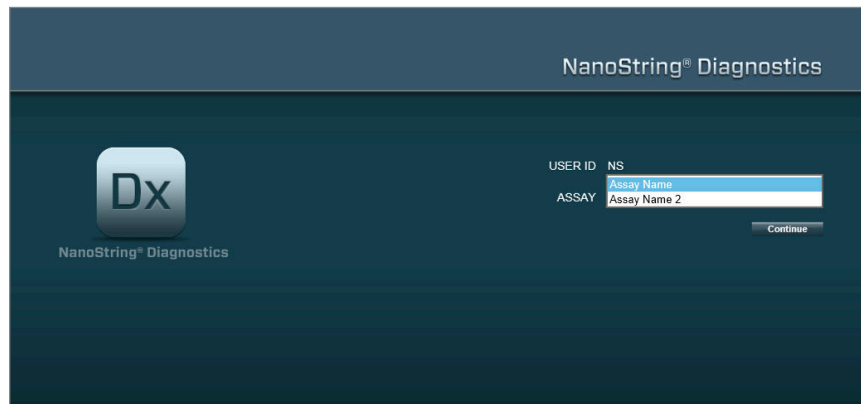

ABBILDUNG 4.2: Das Steuerelement für den **Testtyp** auf der Anmeldeseite
- **Benutzerberechtigungen für mehrere Tests:** Wenn der Benutzer Zugriff auf mehr als nur einen Test hat, wird das Steuerelement für den **Testtyp** angezeigt. Der Benutzer muss dann einen Test auswählen und auf **Continue** (Fortfahren) klicken (**FIGURE 4.2**).